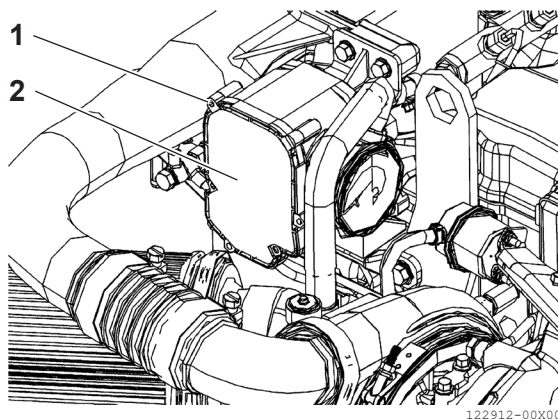

Bild 6
1. Lossa skruvarna (**bild 6, (1))** och ta bort filterhusets hölje (**bild 6, (2))**.